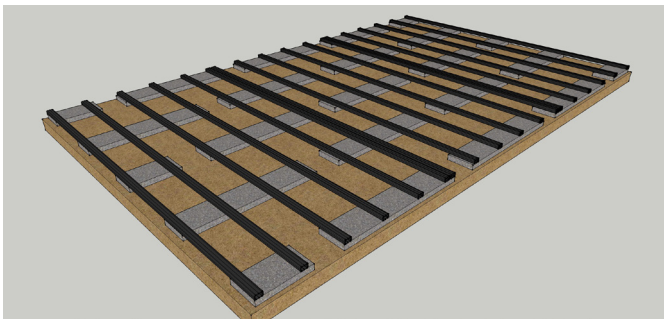

Abb. 1: Die Unterkonstruktion muss an jedem Auflagepunkt befestigt werden.
- Die Unterkonstruktion muss fest und verwindungssteif mit dem Unterbau verbunden werden (Abb. 1). Wenn eine Befestigung mit dem Untergrund nicht möglich ist, muss hilfsweise durch eine Kreuzlattung das Anheben einzelner Bereiche auch bei Sturm oder durch extreme Hitze verhindert werden.